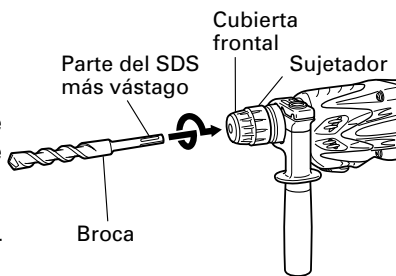
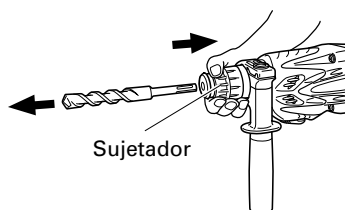

Fig. 2
Fig. 3
6. Montaje de la broca (Fig. 2)
- (1) Limpie la parte del vástago de la broca de taladro.
- (2) Inserte la broca de taladro girando en el sujetador de la herramienta hasta que se asegure bien. (Fig. 2)
- (3) Verifique si esta bien asegurado tirando de la broca de taladro.
- (4) Para extraer la broca, tire completamente de la empuńadura en el sentido de la flecha y tire hacia afuera de la broca. (Fig. 3)